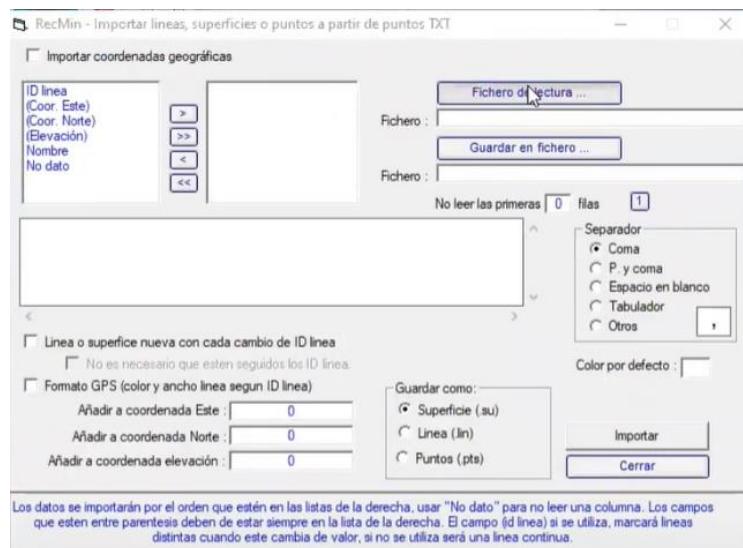
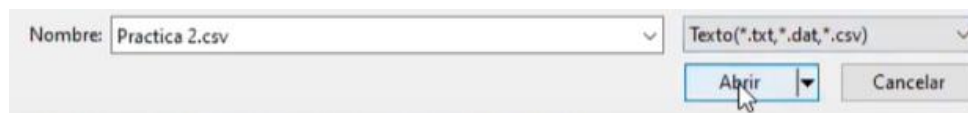

Figura 172. Fichero de lectura.
Figura 173. Importación del archivo.
28. En la ventana de Importar, presionar clic en el botón “Fichero de lectura” (figura 172) y buscar el archivo actualizado (figura 173).